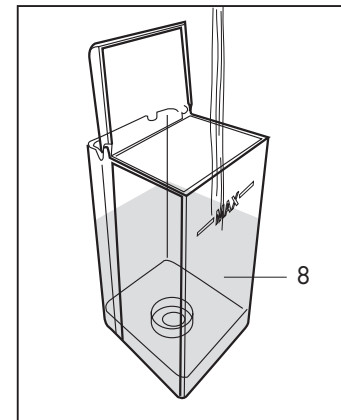

Fig. 2
- Riempire il serbatoio con acqua per un massimo di 2,5 litri. **(Fig.2)**